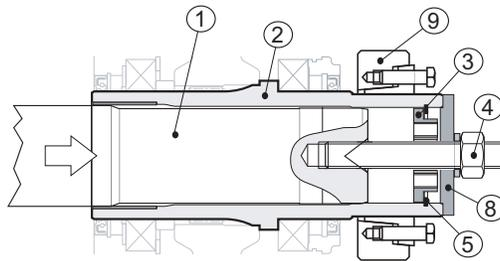

Fig. 24
Después introducir en sus alojamientos primero el fondo (pos. 3) y luego el seeger para interiores (pos. 5) y el fondo (pos. 8). Llegados a este punto, apretando la tuerca de la barra roscada, se llevan los dos ejes en contacto entre ellos (ver Fig. 24 (p. 30)).